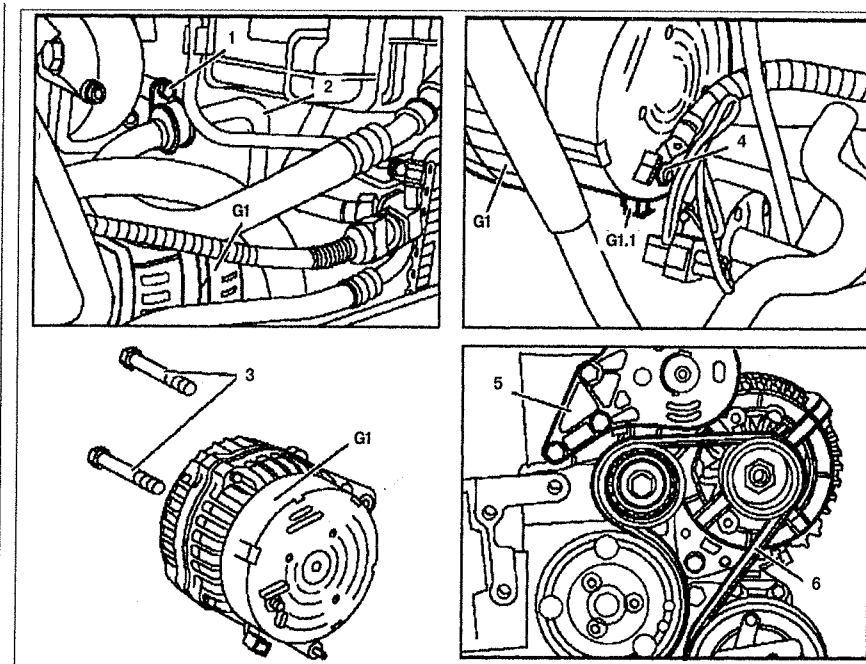

Рис. 3.55. Генератор:
4. Снимите ремень привода генератора 6 (см.рис.3.55).